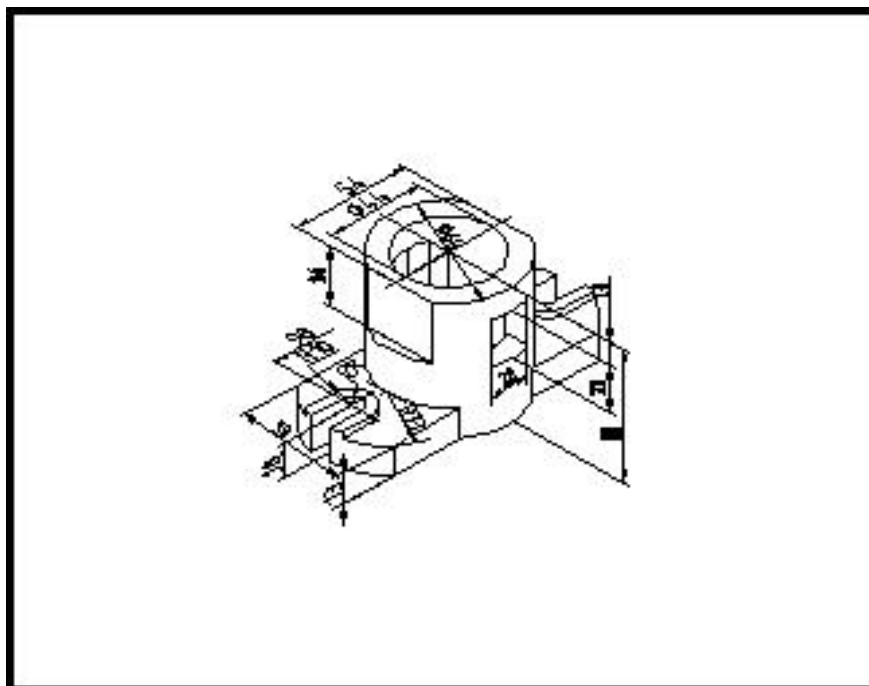

图 12-12 打印预览效果
3、单击【预览】按钮，进入打印预览窗口，预览效果如图 12-12 所示，按 Enter 键，返回【打印-模型】对话框，单击【确定】按钮打印图纸。